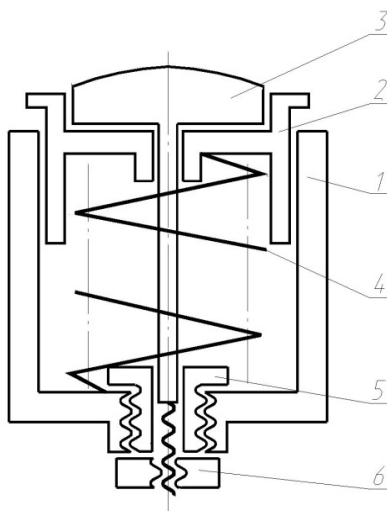
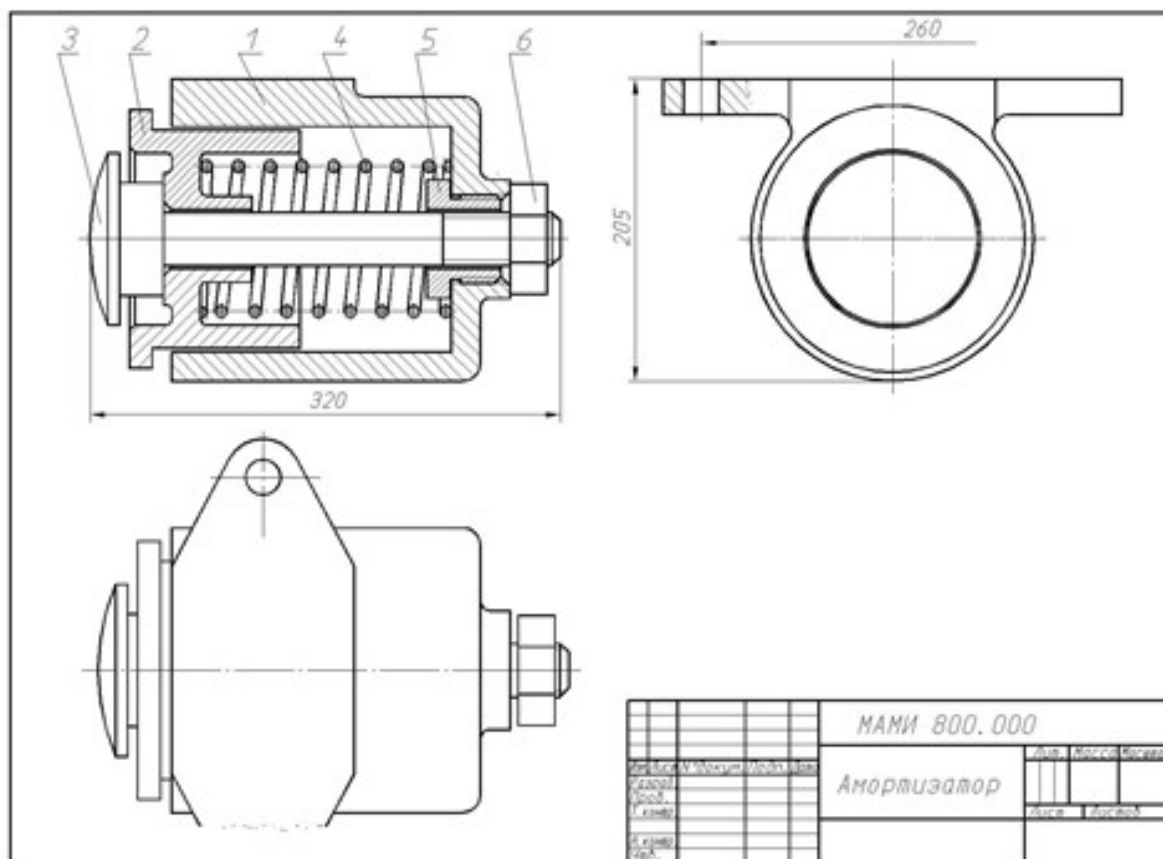

Рис. 1
Рис. 4
По условной кинематической схеме (рис. 1), таблице составных частей (рис. 2) и рабочим чертежам изделия (рис. 3) выполнить чертеж общего вида (Рис. 4).
1. Как наносят размеры на эллиптических частях изображения? Назовите на чертеже размеры диаметра вала и толщину стенки (рис. 1, М1:0).